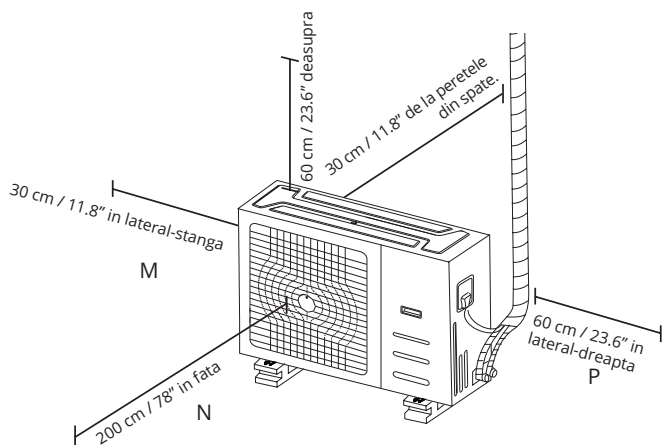

Fig. 5.10
**NOTE:** Distanța minimă între unitate și pereți, nu se va aplica în cazul camerelor etanșe. Asigurați-vă că unitatea va fi neobstrucționată pe cel puțin 2 dintre cele 3 laturi (M, N, P). (Fig. 5.10)